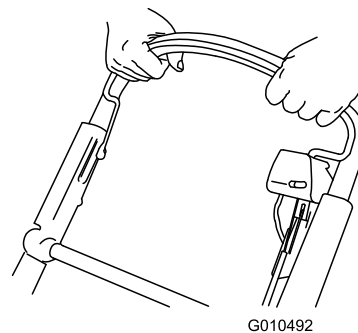

Рисунок 24
2. Удерживайте штангу управления ножом прижатой к рукоятке (Рисунок 24).